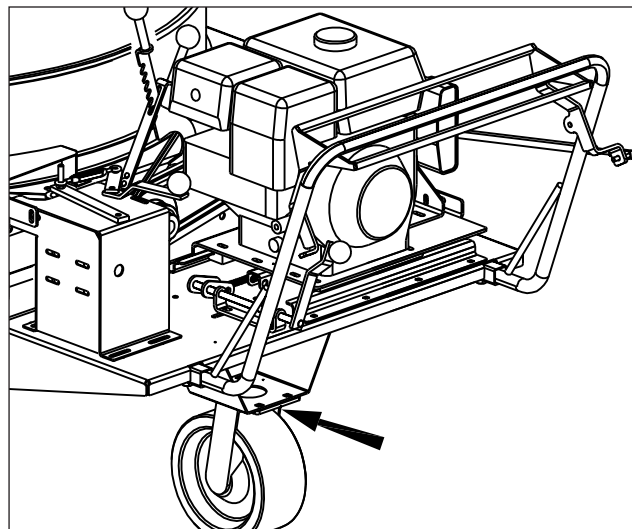

Fig. 17 Pivot de roue avant
4. Lubrifiez le palier de roulement sur chacune des roues motrices et le pivot de la troisième roue (figures 17 et 18).